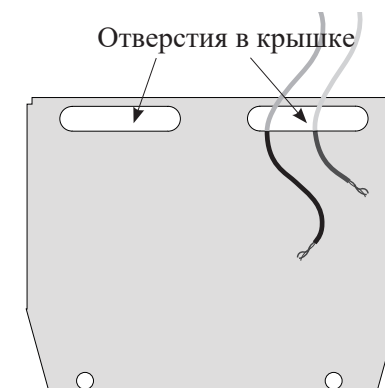

Рисунок 11— Отверстия клеммного соединения
- Вставьте соединительный кабель громкоговорителя через отверстие в крышке выходного разъема (Рисунок 11). Выберите отверстие, которое будет ближе к выходному терминальному сообщению, к которому вы будете подключаться